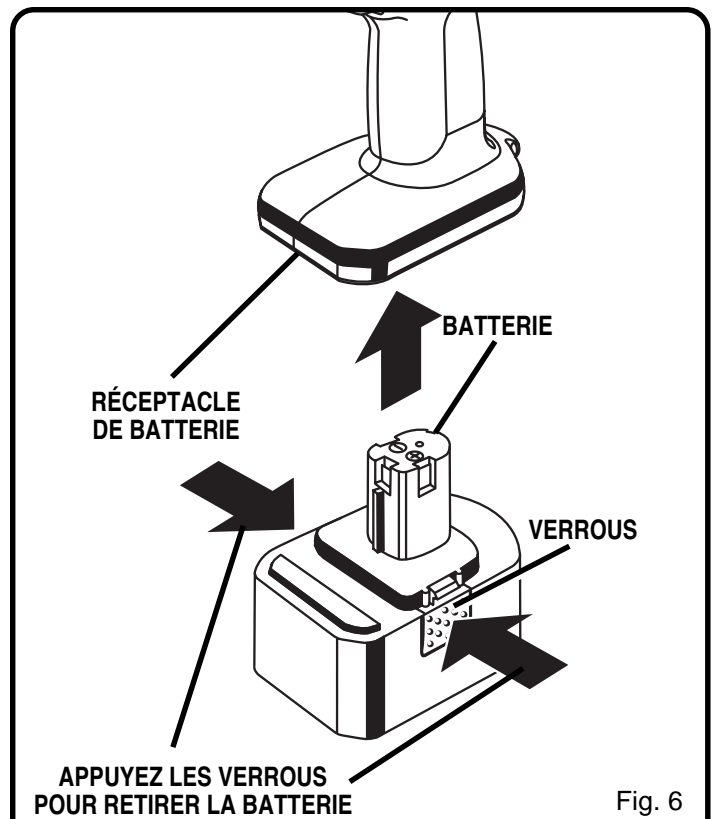

Fig. 6
- Placez la batterie sur votre perceuse. Alignez la nervure de la batterie avec la fente du réceptacle de la perceuse. Voir la Figure 6.
- Repérez les loquets situés sur le côté du bloc-batteries et appuyez sur les deux côtés pour libérer le bloc-batteries de la perceuse. Voir la Figure 6.